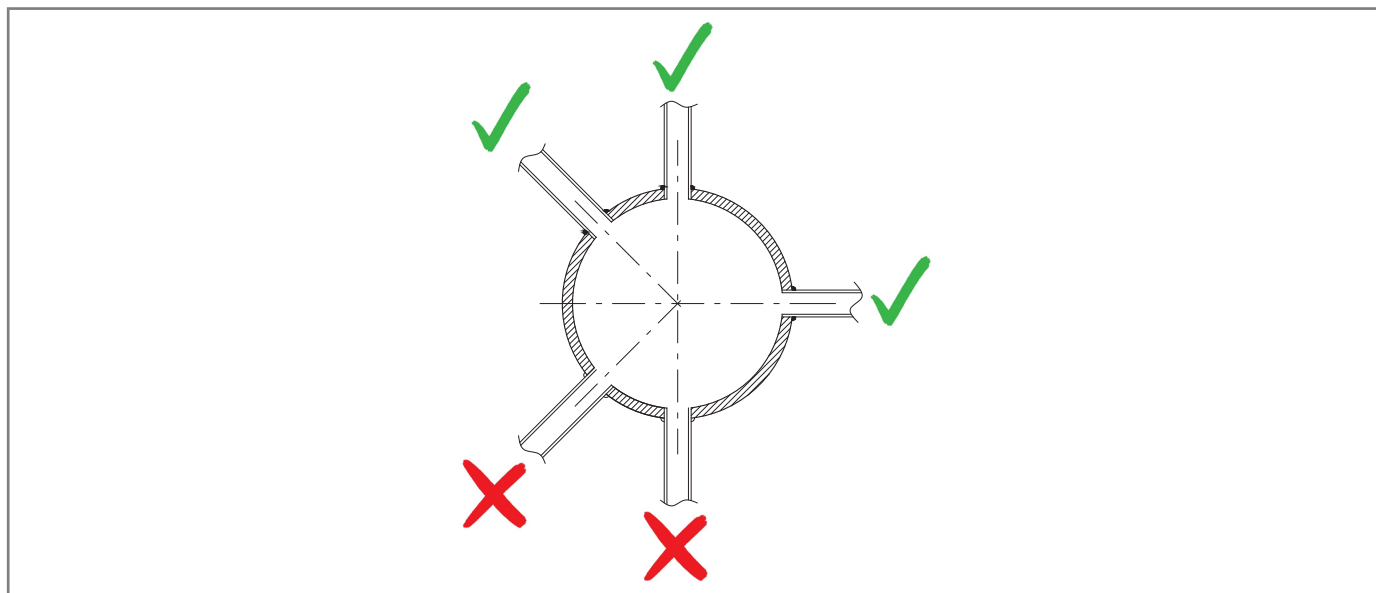

Fig. 6.22. Attacchi saldati della tubazione
- gli attacchi della tubazione siano sempre saldati sulla parte superiore o a max 90° sull'asse della tubazione stessa (fare riferimento alla Fig. 6.22);